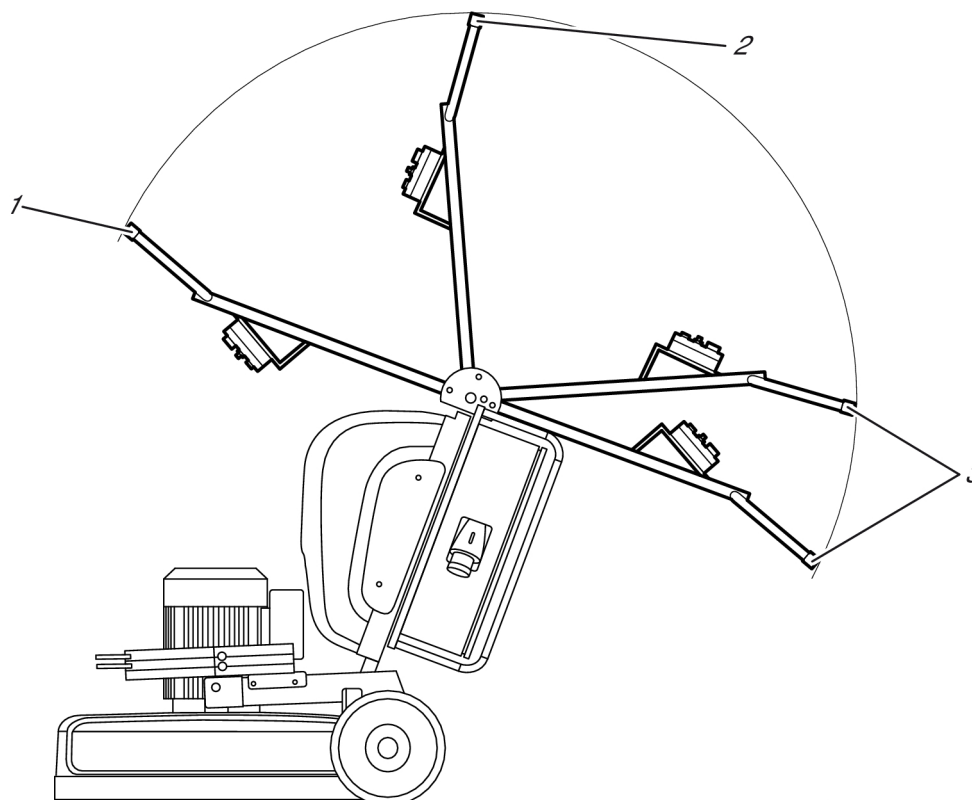

Figura 4-1. Posizioni dell'impugnatura
1. Sollevare l'impugnatura in posizione posteriore, vedere Figura 4-1, pagina 15.
4. Portare l'impugnatura in posizione di esercizio, vedere Figura 4-1, pagina 15.